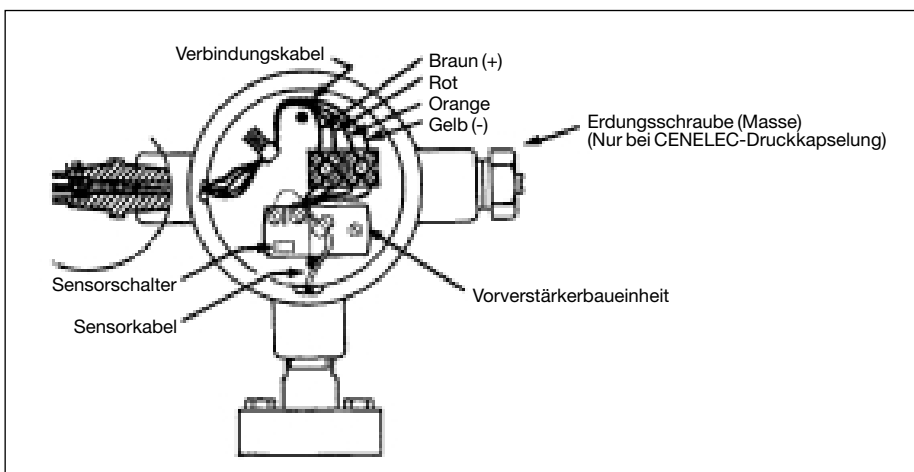
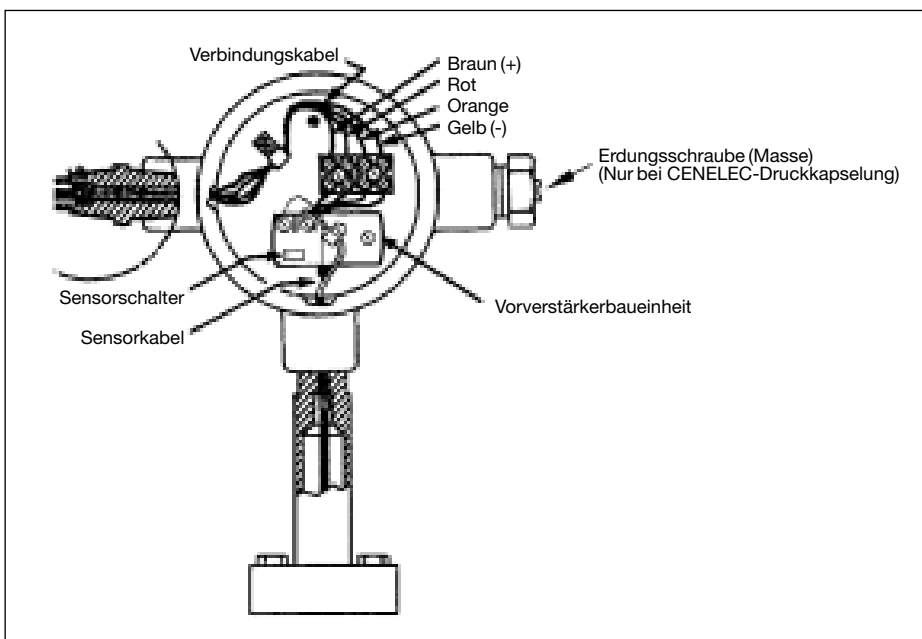

Abbildung 34. VFM 3100/Anschlußdose - Standard-Temperaturbereich
Abbildung 35. VFM 3100/Anschlußdose - erweiterter Temperaturbereich
- a. *Sensor für Standard-Temperaturbereich:* Zugentlastung lösen, gelbes und braunes Sensorkabel vom Kabelanschlußblock abklemmen. Siehe Abbildung 34.
- b. *Sensor für erweiterten Temperaturbereich:* Braunes und gelbes Sensorkabel vom Kabelanschlußblock am Vorverstärker abklemmen. Siehe Abbildung 35. (Bei VFM 3100 mit druckfester
- Sensorkabel an die farblich gekennzeichneten Klemmen gemäß Abbildung 34 beim Sensor mit Standard-Temperaturbereich und gemäß Abbildung 35 beim Sensor mit erweitertem Temperaturbereich anbringen.